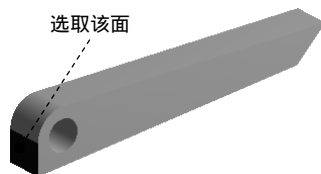

图 7.6.66 定义目标面
(3) 定义目标面。单击以激活 **Target** 后的文本框，选取图 7.6.66 所示的模型表面为目标面，单击 **Apply** 按钮。
(4) 定义接触类型。在 **Definition** 区域的 **Type** 下拉列表中选择 **Frictional** 选项。
(5) 定义摩擦参数。在 **Definition** 区域的 ☐ **Friction Coefficient** 文本框中输入数值 0.2，其他参数采用系统默认设置。